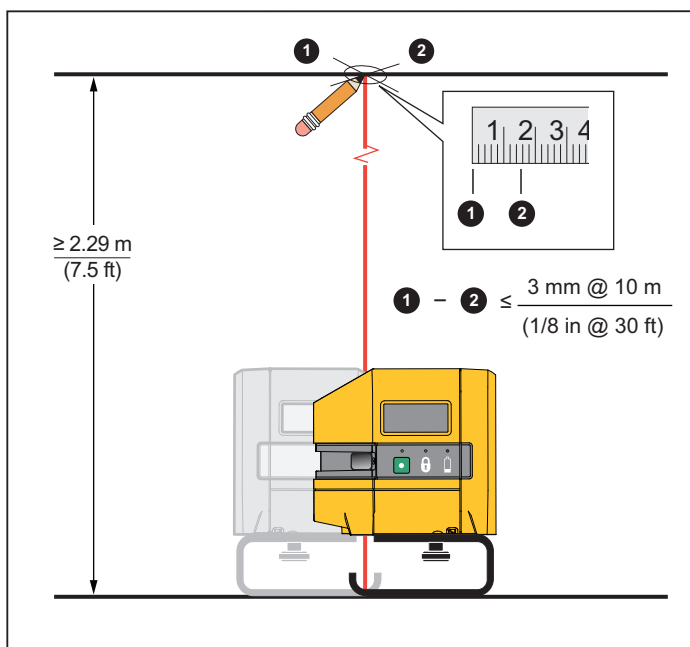

Figure 8. Précision de l'aplomb
3. Centrez le laser descendant sur les deux axes de la croix. Voir la figure 8.